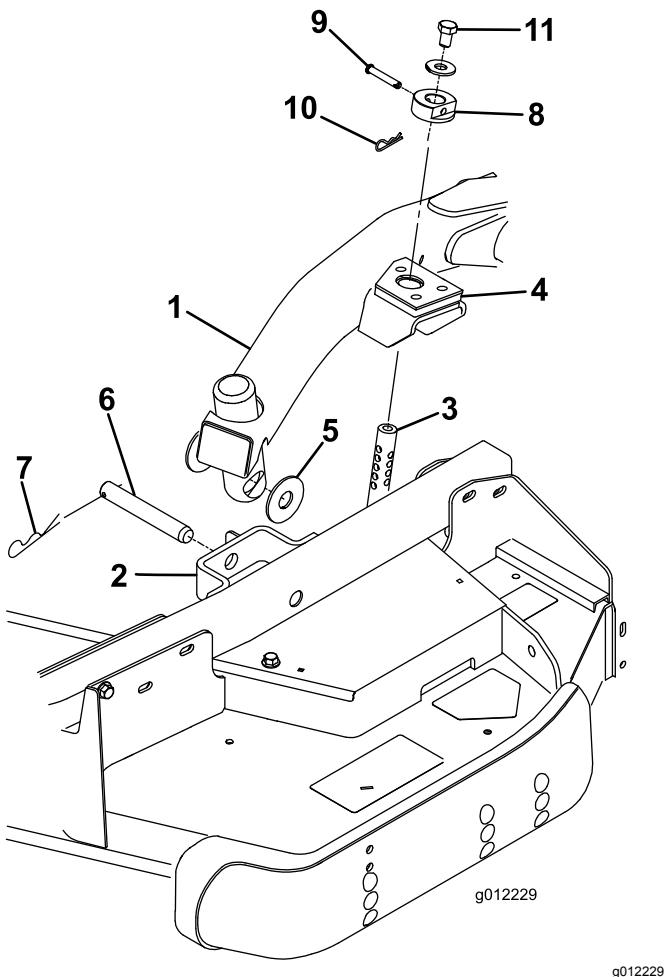

Figure 23
4. Placez le levier de levage en position de FLOTTEMENT. Poussez un bras de levage vers le bas jusqu'à ce que les trous soient en face de ceux du support du bras pivotant et qu'il soit possible d'insérer la tige de réglage de hauteur de coupe dans les patins du bras de levage (Figure 23).
5. Fixez le bras de levage au bras pivotant avec 2 rondelles de butée, un axe de chape et une goupille fendue. Placez les rondelles de butée entre le bras de levage et le support de bras pivotant (Figure 23) et insérez l'extrémité de la goupille fendue dans la fente de la patte du bras pivotant pour retenir la goupille fendue.
fixez-les avec les axes de chape et les goupilles fendues (Figure 23).
10. Montez un boulon (½" x ¾") et une rondelle au sommet de chaque tige de réglage de hauteur de coupe (Figure 23).